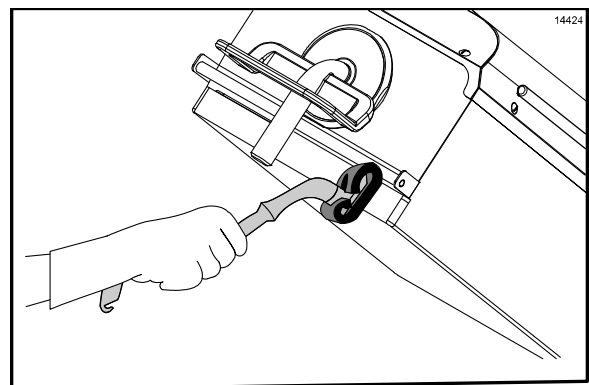

Abbildung 49
16. Die Vorderseiten der oberen Grillplatten von der rechten zur linken Grillplatte mit **McD Hi-Temp Grill Cleaner (HTGC)** bestreichen. (Siehe Abbildung 49.)